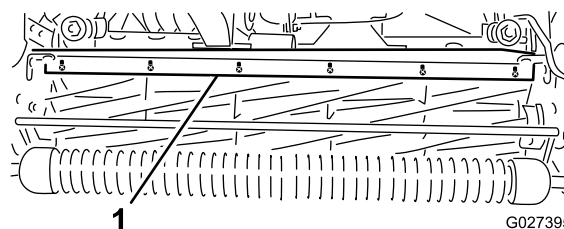

Figura 52
1. Allentate le viti che fissano la barra superiore (Figura 52) all'apparato di taglio.